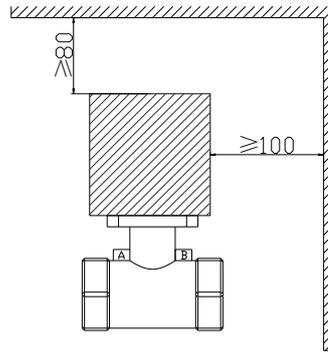

图 2
2. 阀体安装必须预留给执行器足够的拆装空间，如图 2，安装好执行器后，顶部距离顶端不小于 80mm，两侧距离不小于 100mm。